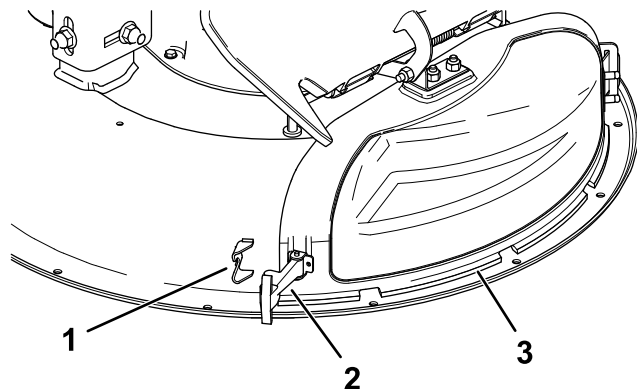

図 11
3. 排出口カバーについているフレキシブルラッチをリテーナから外し、排出カバーを右方向に回転させる 図 11
6. 排出口カバーのフレキシブルラッチをデッキのリテーナに取り付けてカバーを固定する図 11。